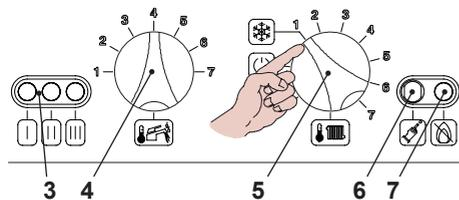

Figura 5.13
- Alimentate elettricamente la caldaia azionando l'interruttore bipolare previsto nella installazione; la lampada di segnalazione 3 in Figura 5.13 lampeggia ogni 4 secondi.
- Posizionare il selettore 5 come indicato in Figura 5.13; la lampada di segnalazione 3 lampeggia ad intermittenza circa ogni 2 secondi.
- Tenere premuto il pulsante di ripristino 6 in Figura 5.13 per circa 10 secondi, la lampada di blocco 7 inizierà a lampeggiare.
pompa le spie di segnalazione 3 in Figura 5.13 devono essere visualizzate come in Figura 5.14 (legenda spie Figura 5.15).
- Se non si visualizza questa sequenza premere il pulsante di ripristino 6 in Figura 5.13 tante volte fino alla visualizzazione (1 volta).
Per visualizzare il settaggio impostato tenere premuto il pulsante di ripristino 6 in Figura 5.13 per circa 5 secondi. Le spie di segnalazione 3 lampeggeranno un numero di volte pari al settaggio (Figura 5.16).
- Per settare il tempo di frequenza di riaccensione le spie di segnalazione 3 in Figura 5.13 devono essere visualizzate come in Figura 5.19 (legenda spie Figura 5.15).
- Se non si visualizza questa sequenza premere il pulsante di ripristino 6 in Figura 5.13 tante volte fino alla visualizzazione.
Per visualizzare il settaggio impostato tenere premuto il pulsante di ripristino 6 per circa 5 secondi. Le spie di segnalazione 3 in Figura 5.13 lampeggeranno un numero di volte pari al settaggio (Figura 5.20).
- Per cambiare il settaggio ruotare la manopola regolazione temperatura sanitari 4 in Figura 5.13 e posizionarla sul tempo prescelto Figura 5.20 (nella figura es. manopola settata per frequenza di riaccensione di tre minuti), la lampada di segnalazione blocco 7 lampeggia velocemente.